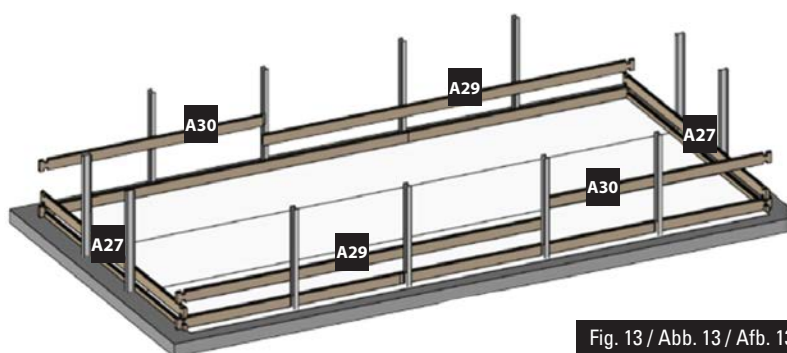

Fig. 13 / Abb. 13 / Afb. 13
- EN 2nd LAYER OF BOARDS:** • Install the second layer of boards as shown in figure 13. • There is a wooden wedge in the structure packet to correctly assemble the boards. • Never directly hit against the boards. You would damage the pegs and would weaken the structure. Do not hit them with anything metallic. This would inevitably damage the wood. • Try to correctly assemble the boards right from the start. There should not be any space between each layer of boards to avoid maladjustment of the higher boards.
- FR 2^{ÈME} RANGÉE DE MADRIERS :** • Positionnez les madriers de la deuxième rangée conformément à la figure 13. • De manière à emboîter correctement les madriers, une cale en bois est à votre disposition dans le colis de structure. • Ne pas taper directement sur les madriers. Cela abîmerait les languettes et nuirait à la solidité de la structure. • Ne pas frapper avec une pièce métallique. Cela détériorerait le madrier irrémédiablement. • Veillez à emboîter bien à fond les madriers dès le départ. Il ne doit pas y avoir d'espace entre chaque rangée pour éviter un décalage au niveau des madriers supérieurs.
- DE 2. BRETTERREIHE:** • Platzieren Sie die Bretter der zweiten Reihe laut Abb. 13. • Um die Bretter richtig anbringen zu können, finden Sie einen Holzkeil im Paket des Tragwerks. • Nicht direkt auf die Bretter klopfen. Das würde die Zapfen und die Festigkeit des Tragwerks beschädigen. • Nicht mit einem Metallteil darauf klopfen. Es würde das Holz unabänderlich beschädigen. • Versuchen Sie, die Bretter von Anfang an tiefgehend ineinander zu fügen. Zwischen den Reihen darf kein Platz sein, um eine Fehlanpassung der oberen Bretter zu vermeiden.
- NL 2^ª RIJ PLANKEN:** • Plaats de planken van de tweede rij zoals aangegeven op afbeelding 13. • Om de planken correct te assembleren, zit er een houten wig in het pakket van het frame. • Sla niet direct op de planken. Daardoor gaan het profiel kapot en wordt de stevigheid van het frame ondermijnd. • Sla er niet direct op met metaal. Hierdoor raakt het hout onherstelbaar beschadigd. • Zorg ervoor dat de planken vanaf het begin stevig op elkaar aansluiten. Er mag geen ruimte tussen de rijen overblijven, om te voorkomen dat de bovenste houtdelen onregelmatig uitkomen.